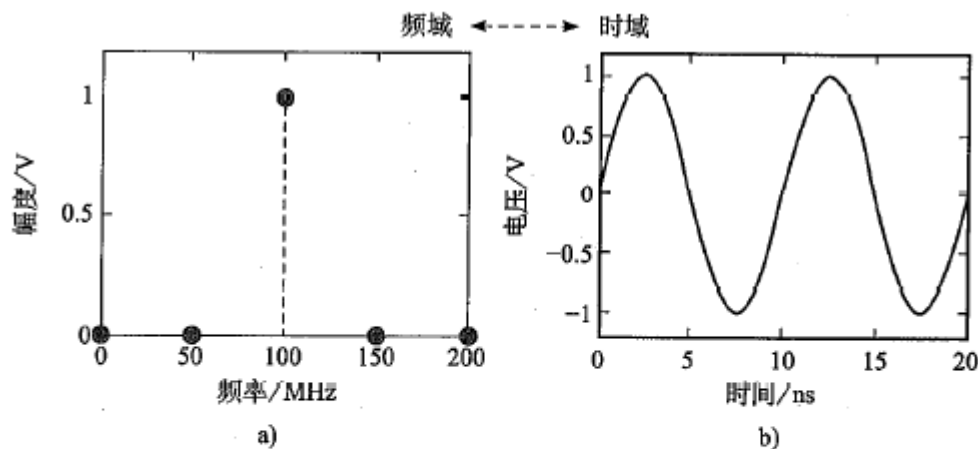

图 6-5 频域、时域对应关系
- 从频域的角度可以大大简化对 S 参数的理解。频域内单个频点对应的是时域单频正弦信号，图 6-5 显示了频域、时域对应关系，因此可以说频域只存在一种信号，即正弦信号在信号完整性中，S 参数通常用来描述无源线性的互连结构，某一频点的 S 参数可看成是互连结构对正弦信号的响应。由于互连结构是无源的，散射信号的频率一定是和入射信号的频率相同，从端口进入的是正弦信号，从端口出来的也一定是同频率的正弦信号。S 参数可以简化为从端口出来的正弦信号与进入端口的正弦信号的比值。对于二端口互连结构(比如单根传输线)，有以下两公式。